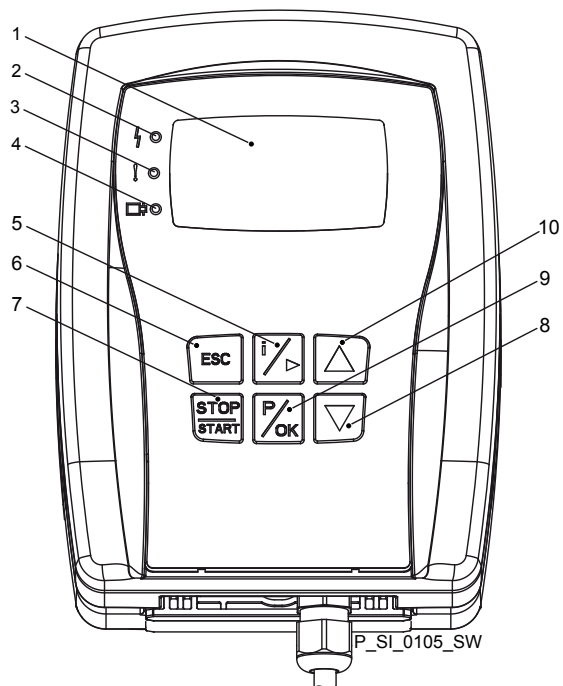

Fig. 4: Elementi di comando HMI
- 8 LED (come Fig. 4) e LED di stato bus CAN (esterno)